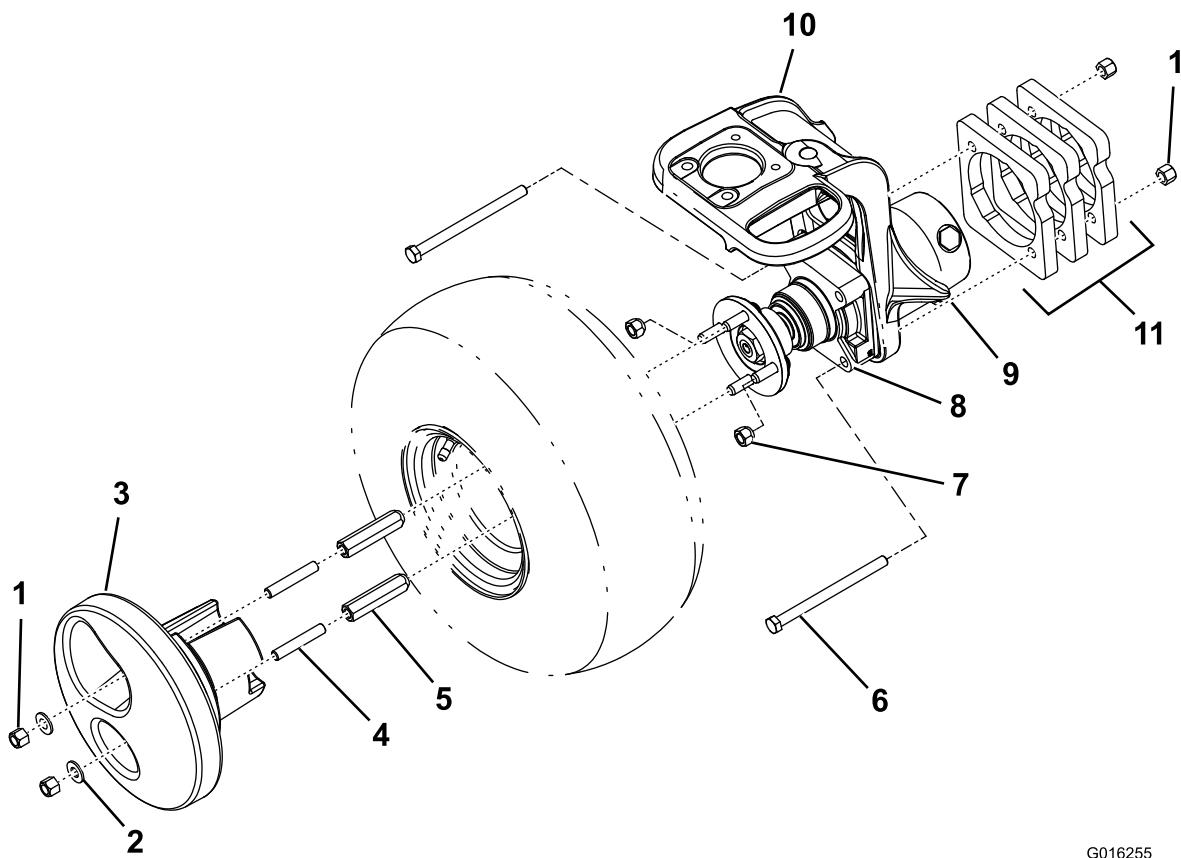

Figura 1
- Sollevate la macchina con un martinetto nel punto di sollevamento (Figura 1).
- Togliete i 4 dadi a staffa sulla ruota a coppie posizionate diagonalmente tra loro (Figura 1).
- Togliete i 2 bulloni di ancoraggio che fissano il motore della ruota alla forcella della ruota orientabile (Figura 1).
- Montate le 3 zavorre sul lato destro della forcella della ruota orientabile con i 2 bulloni a testa esagonale (½" x 6") e i 2 dadi di bloccaggio del kit (Figura 1).